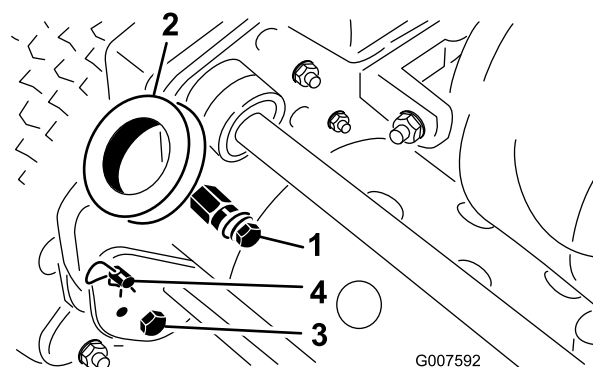

図 2
1. 機体両側の取り付けピンから、ボルト、ワッシャ、ロックワッシャを取り外す(図2)。
2. ハンドル・アームの下部を機体両側に固定しているボルトとロックナットを取り外す(図2)。
3. ハンドル・アームをフレーム後部に固定しているヘアピン・コッターとリング・ピンを取り外す(図2)。
4. ハンドルの各端をハンドルアームの穴に差し込み、取り付けピンとハンドルの穴を整列させる (図 2)。
1. 機体左右のリング・ピンからヘアピン・コッターを抜き取る (図 2)。
2. ハンドルを支えながら、左右のリング・ピンを抜き、ハンドルを希望の高さにセットする (図 2)。